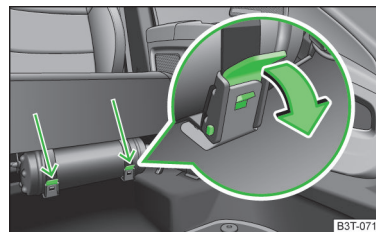

Fig. 177 Extintor de incendios
- Afloje ambas correas tirando los seguros respectivos en la dirección de la flecha » fig. 177.